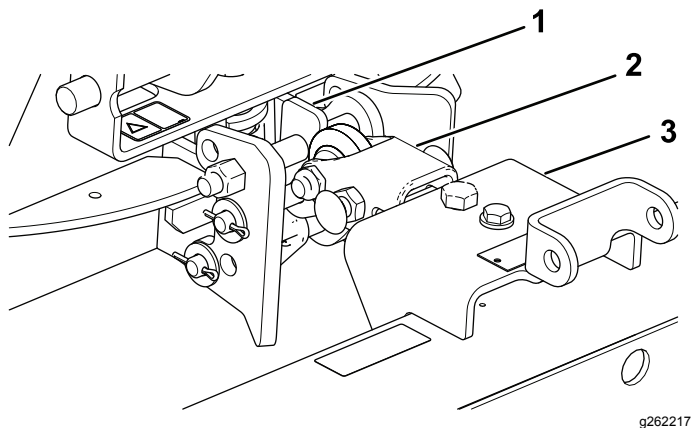

Figura 10
1. Montate il gruppo di attacco in modo che il lato piatto sia sopra (Figura 10).
2. Montate la barra di traino sul lato inferiore del gruppo supporto (Figura 10).